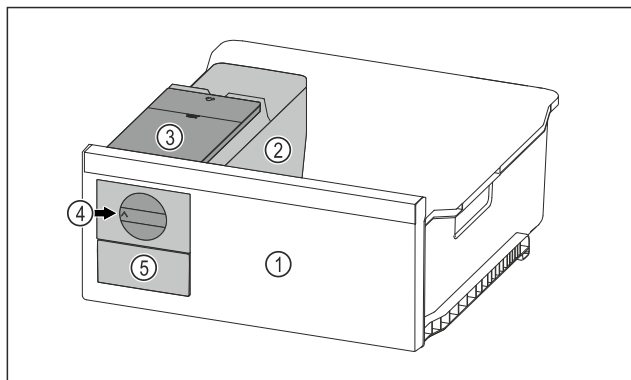

Fig. 102 Ilustrační zobrazení
- ▶ Otočte otočný knoflík Fig. 102 (4) ve směru hodinových ručiček až na doraz.
- ▷ Kostky ledu padají z mísky na kostky ledu do zásuvky na kostky ledu Fig. 102 (5). Pokud se ze mísky na kostky ledu neuvolní všechny kostky ledu: